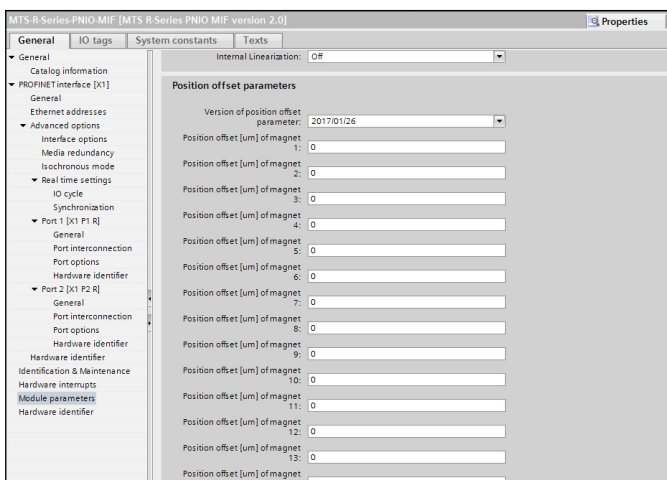

Abb. 42: Einstellung des Offsets
- **Offset:** In dem Unterabschnitt „Position offset parameters“ können Sie den Offset, eine Verschiebung des Messbereichsanfangs, separat für jeden Magneten – unabhängig von weiteren Magneten auf dem Sensorstab/Sensorprofil – einstellen (Abb. 42). Dabei können Sie die Werte mit einer Schrittweite von 1 µm in dem Bereich zwischen -214...+214 m festlegen.